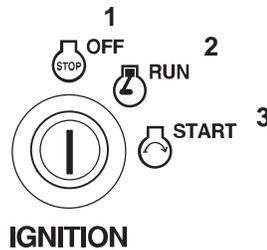

Figure 17
- Laissez tourner le moteur au ralenti pendant 60 secondes (Fig. 17).
- Tournez la clé de contact en position contact coupé (Fig. 17).